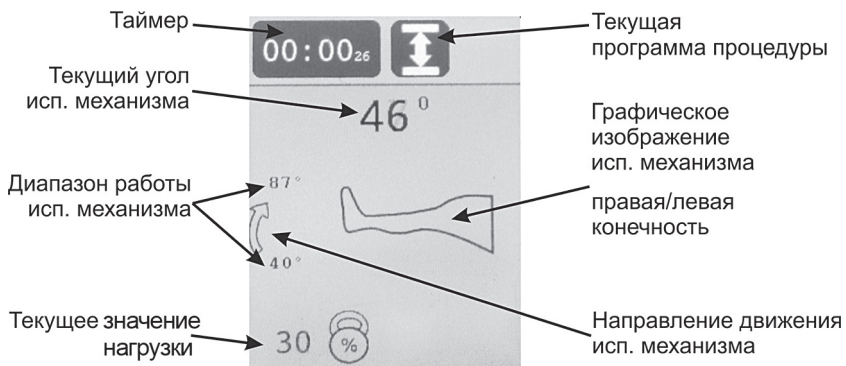

Рисунок 8.3 – Дисплей режима выполнения процедуры
8.1 Дисплей режима выполнения процедуры (см. рис. 8.3).
- В зоне А: заданный пользователем диапазон работы, текущее положение (угол) в градусах (аналогично рис. 8.3) для механизма, а также меню его установок.
Запуск процедуры осуществляется кнопкой . Запуск возможен только когда отображается основной экран, при этом дисплей переходит в режим выполнения процедуры (см. рис. 8.3).
<p>Переключение нагрузки (схема блокировки)</p> <p>Мотор автоматически переключается на противоположное движение, когда сопротивление пациента (нагрузка) превышает заданное значение. Настраивается от 1% до 99% с шагом 1%. В случае, если после изменения направления движения нагрузка вновь превышает установленное пороговое значение достаточно длительное время, то система управления фиксирует состояние перегрузки мотороредуктора и выдаёт сообщение об ошибке с соответствующим кодом. При установке значения, превышающего 99%, появляется значок  , означающий отключение функции. При этом на дисплее в режиме выполнения процедуры (см. рис. 8.3) отображается текущее значение нагрузки рядом с иконкой  , функция переключения нагрузки не работает, мотор развивает максимальное усилие.</p> <p>⚠ВНИМАНИЕ! Одинаковое установленное значение уровней блокировки для пользователей с разной массой отличается. Для каждого пользователя установка подбирается индивидуально.</p> <p>⚠ВНИМАНИЕ! Переключение нагрузки (схема блокировки) является функцией безопасности, для защиты пациента в случае возникновения спазмов, судорог, блокады суставов и других аналогичных ситуаций. Производитель не несет ответственности за неправильное использование данной функции.</p>